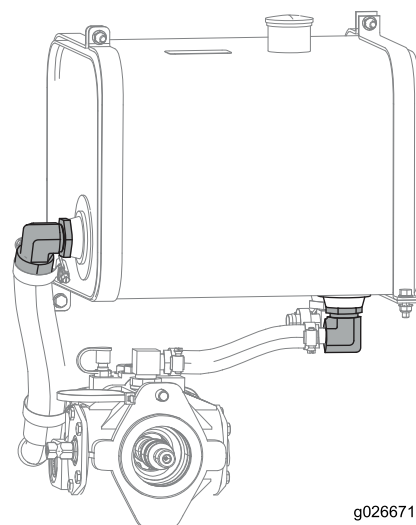

Рисунок 48
10. Снимите коленчатые переходные патрубки, снимите и очистите сетчатые фильтры сжатым воздухом (Рисунок 48).